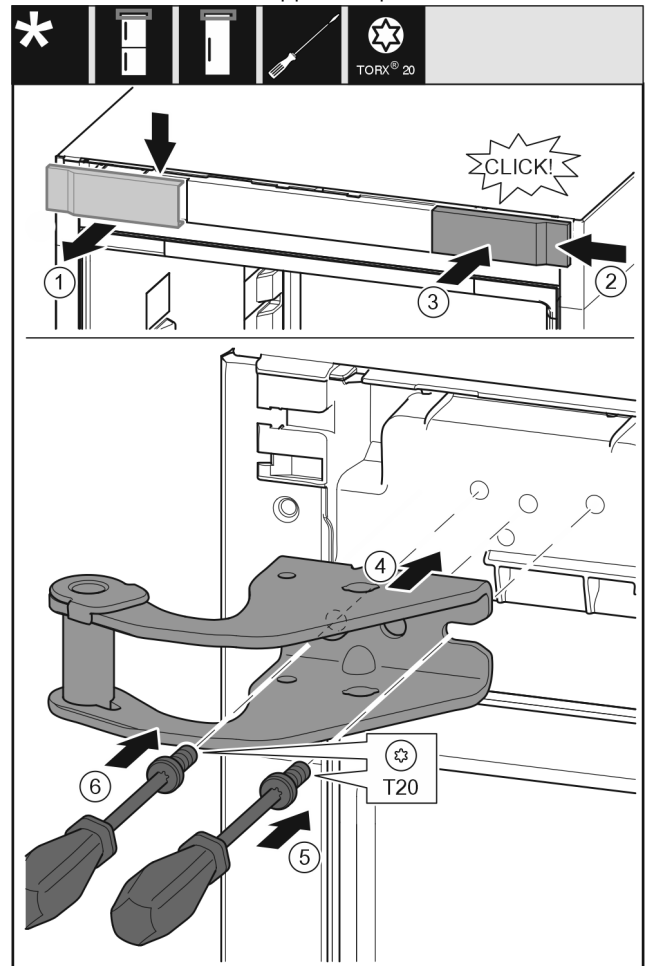

Fig. 9
- ▶ Retirer le cache du haut vers l'avant. Fig. 9 (1)
- ▶ Accrocher le cache tourné de 180° de l'autre côté de droite. Fig. 9 (2)
- ▶ Encliqueter le cache. Fig. 9 (3)
- ▶ Mettre en place le support de palier supérieur. Fig. 9 (4)
- ▶ Mettre en place la vis avec un tournevis T20 et la serrer. Fig. 9 (5)
- Mettre en place la vis avec un tournevis T20 et la serrer. Fig. 9 (6)